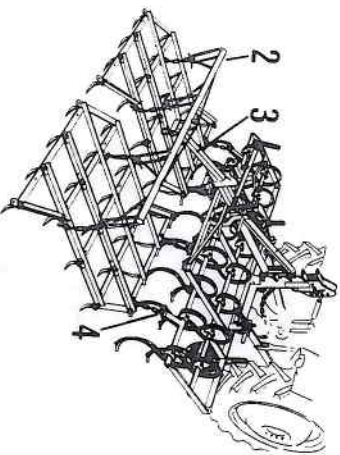
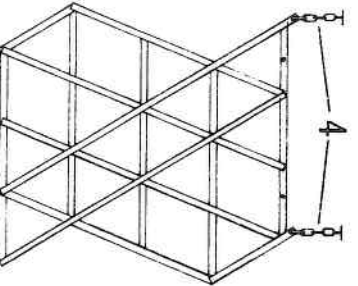

Abb. 29
Abb. 45 Zugketten (4) außen
Grundrahmen, kleiner Ausleger und Federzahnegge anbauen. Den Tragrahmen (2) auf den Ausleger (3) aufstecken und die Ketten der Egge an den Zugbügel (4) und am Tragrahmen (2) einhängen. Die Zugketten müssen an der Egge innen angesteckt sein (Abb. 29). (Siehe auch Abb. 45 und 46 auf Seite 18.)